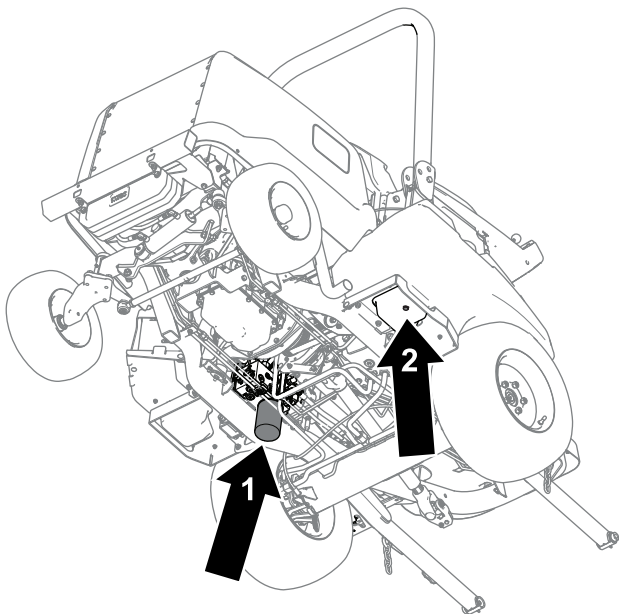

**Bild 80**
4. Nehmen Sie die Ablassschraube unten am Behälter ab und lassen Sie die Hydraulikflüssigkeit in die Auffangwanne ablaufen (Bild 80).
6. Stellen Sie eine Auffangwanne unter den Filter (Bild 80), entfernen Sie den Filter und lassen Sie das restliche Öl in die Auffangwanne laufen.